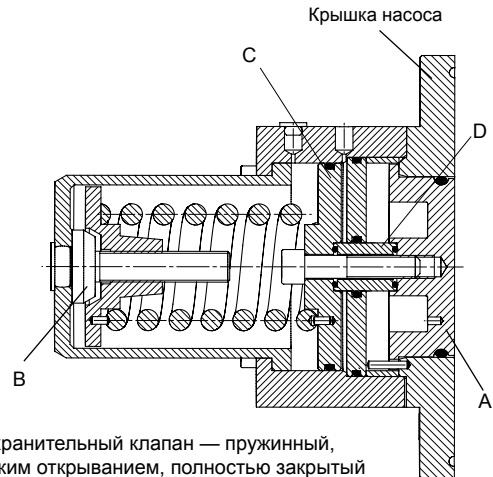

Рис. 4. Предохранительный клапан — пружинный, с пневматическим открыванием, полностью закрытый
На рис. 4 и 5 показана конструкция пружинного предохранительного клапана с пневматическим открыванием. С одной стороны на тарелку клапана (А) воздействует давление в корпусе насоса, а с другой — усилие поджатой пружины. Пружина воздействует на тарелку клапана (А) через поршень (С) и промежуточную втулку (D).
На рис. 4 показан предохранительный клапан в полностью закрытом состоянии. Тарелка клапана (А) расположена в одной плоскости с торцевой поверхностью крышки насоса, а поршень клапана ОНМ/СНМ полностью разгружен.